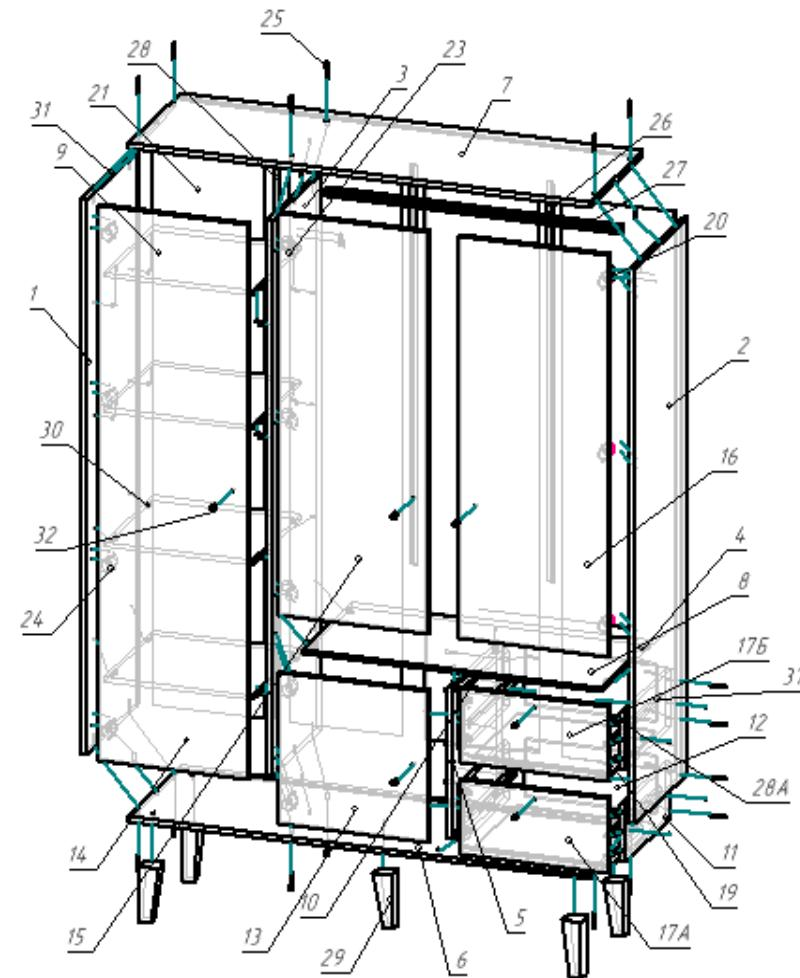

Рис.1 Сборка корпуса
4. К низу шкафа (6) закрепить опоры (29) с помощью винтов- конфирматов(25).Корпус шкафа собрать в горизонтальном положении. Боковины шкафа (1,2), перегородку (5) соединить с верхом(7) и низом (6) с помощью винтов-конфирматов (25) и шкантов (31) (рис.1). После сборки корпуса поднять шкаф в вертикальное положение.